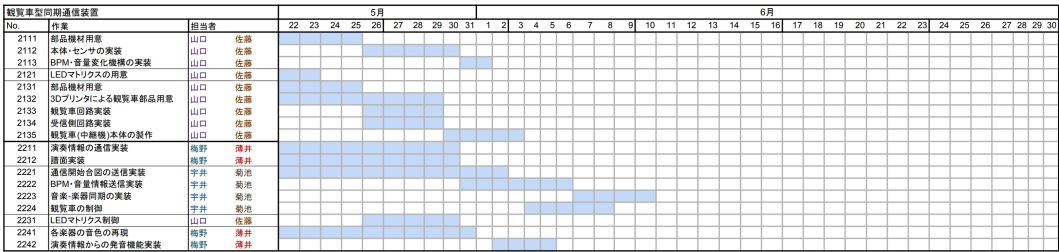

図 1 計画段階のガントチャート
最終計画書に記載された計画段階のガントチャート (GC) を図 1 に示す。